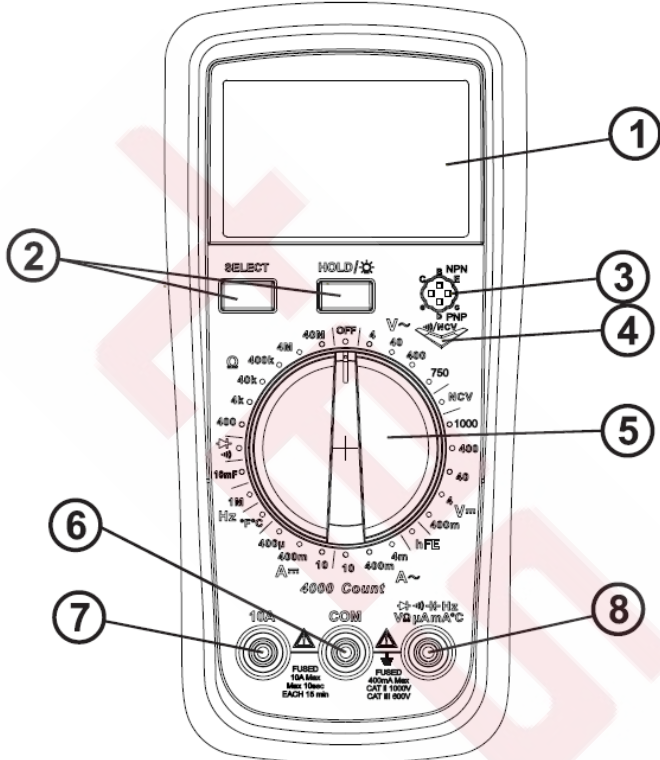

Рисунок 1
7. Схема мультиметра (см. рисунок 1)